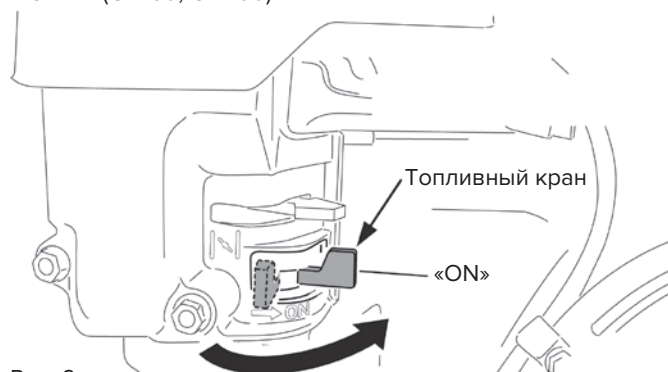

Рис. 6
1. Переведите рычаг топливного крана в положение ON (рис. 6).